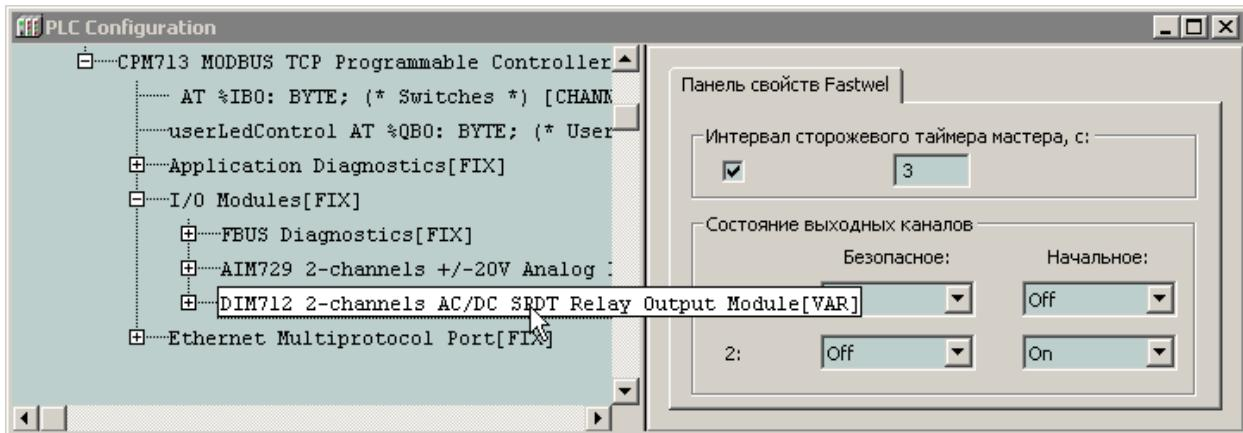

Рис. 15. Дерево конфигурации контроллера после добавления описания модуля DIM712
4. Щелкните правой кнопкой мыши над элементом *I/O Modules* и выберите строку **Append Subelement**—**AIM729 2-channels +/-20V Analog Input Module** в появившемся контекстном меню. У элемента *I/O Modules* появится дочерний элемент, представляющий описание конфигурации модуля AIM729, как показано на рис. 15.
5. Щелкните правой кнопкой мыши над элементом *I/O Modules* и выберите строку **Append Subelement**—**DIM712 2-channels AC/DC SPDT Relay Output Module** в появившемся контекстном меню. У элемента *I/O Modules* появится еще один дочерний элемент, представляющий описание конфигурации модуля DIM712, как показано на рис. 15.